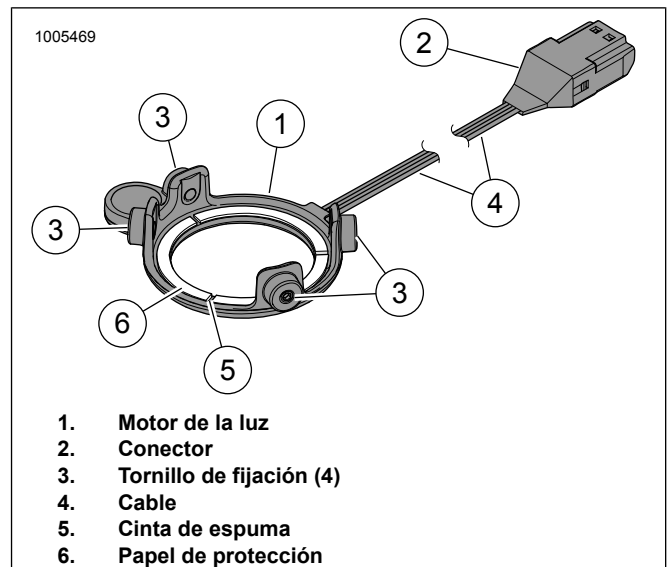

Figura 14. Luz LED, Altavoz Stage I redondo
3. Consulte la Figura 14. Quite el papel de protección (6) de la cinta de espuma (5) en la parte posterior del motor de la luz (1).